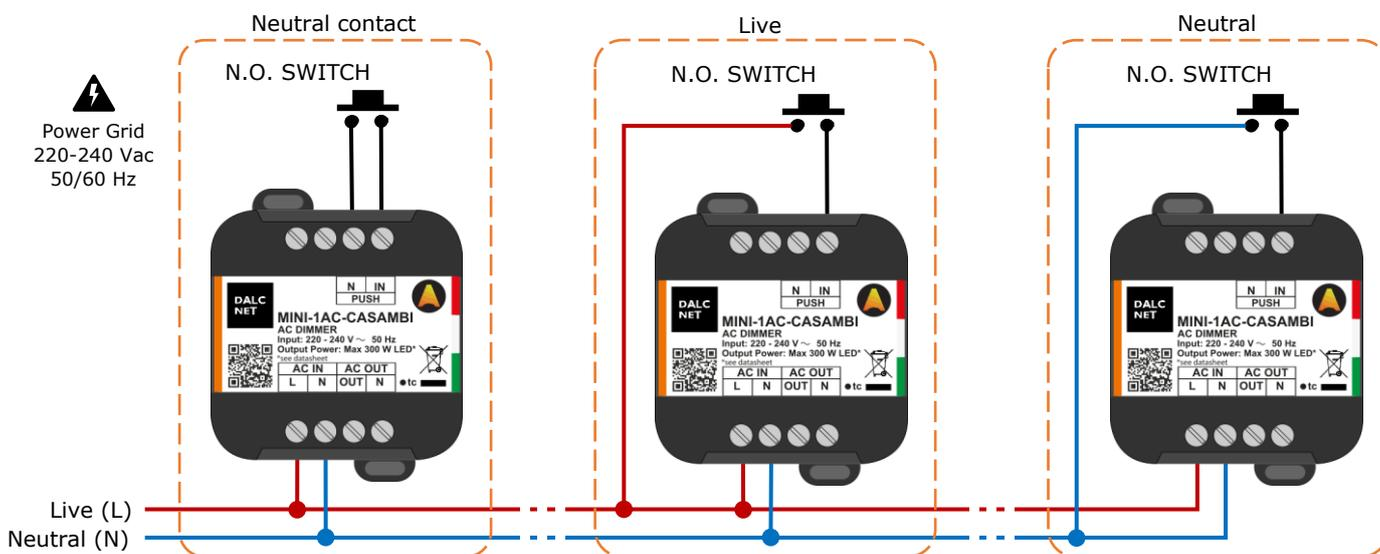

Figura 3: Schema di cablaggio del Comando Locale
2. **Cablaggio del comando locale:** collegare il pulsante N.A. ai terminali "IN" e "N" dell'ingresso "PUSH" rispettando uno dei cablaggi mostrati nello schema di collegamento in Figura 3.
3. **Cablaggio dell'alimentazione:** collegare l'alimentazione di rete 230 Vac @ 50 Hz ai terminali "AC IN" rispettando la convenzione Fase-Live (L) e Neutro-Neutral (N) ai morsetti "L" e "N" rispettivamente.
⚡ La Figura 3 mostra tre diverse possibilità di cablaggio del comando locale: interruttore N.A. collegato come contatto Neutro (N), collegato alla Fase (L) oppure al Neutro (N).